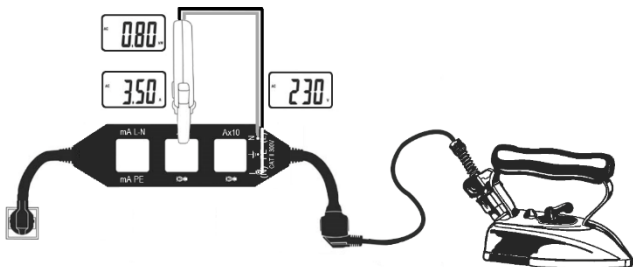

Abb. 4
4. Lesen Sie die entsprechenden Werte für Strom, Spannung und aufgenommene Leistung der Last ab (siehe Abb. 4).